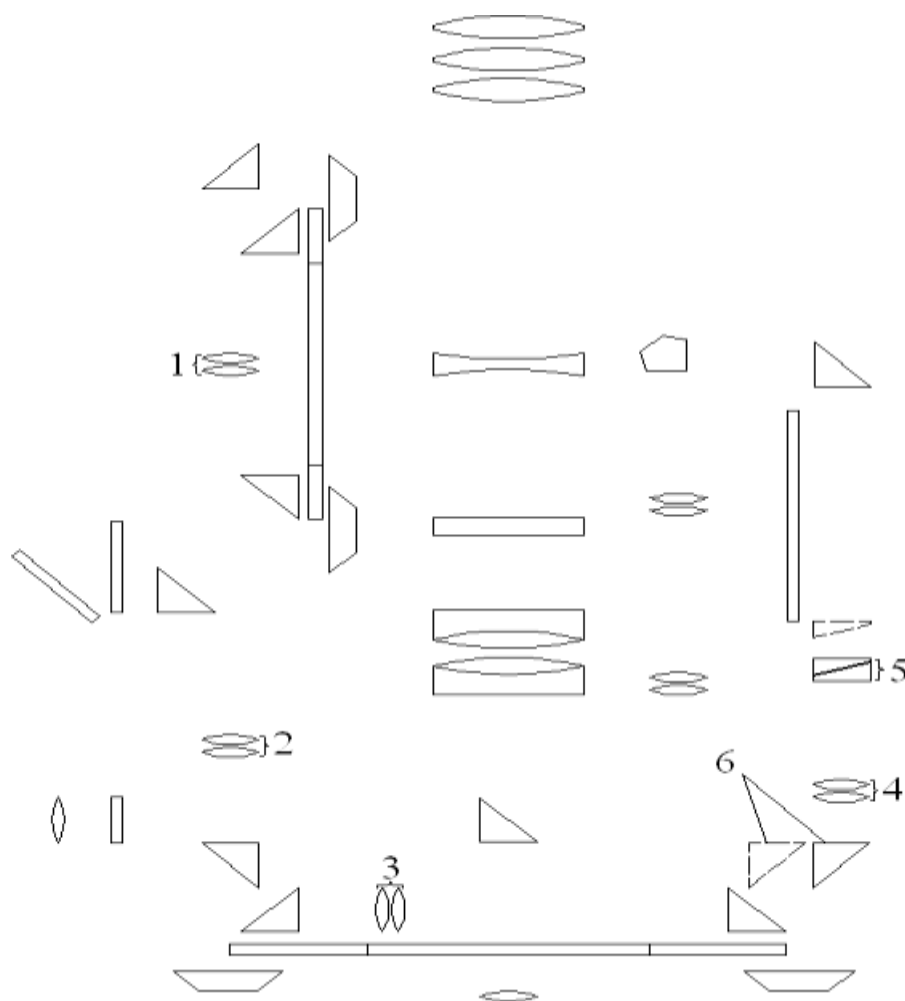

Рис. 8. Оптическая схема теодолита 2Т2А
4. Перечертить в тетрадь оптическую схему теодолита, показать ход луча от зеркала до окуляра отсчетного приспособления (рис. 8). Раскрыть назначение пронумерованных деталей и узлов.